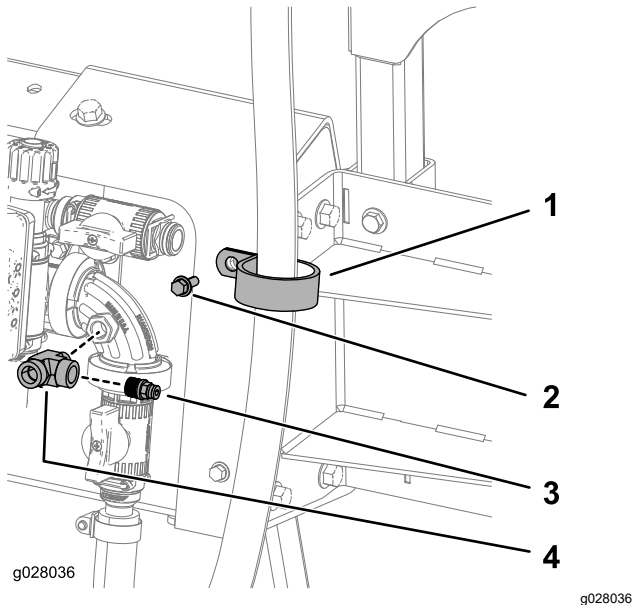

Figura 37
1. Prenda o tubo de 180 cm no suporte superior utilizando um grampo em R, 1 parafuso ($\frac{1}{4}$ "-20 x $\frac{3}{4}$ pol.) e 1 porca ($\frac{1}{4}$ "-20) como se mostra na Figura 37.
2. Aplique vedante PTFE nas roscas da união em T e ligue a união em T à válvula de controle (Figura 37).
3. Aplique vedante PTFE nas roscas do acoplador e ligue o acoplador à união em T (Figura 37).